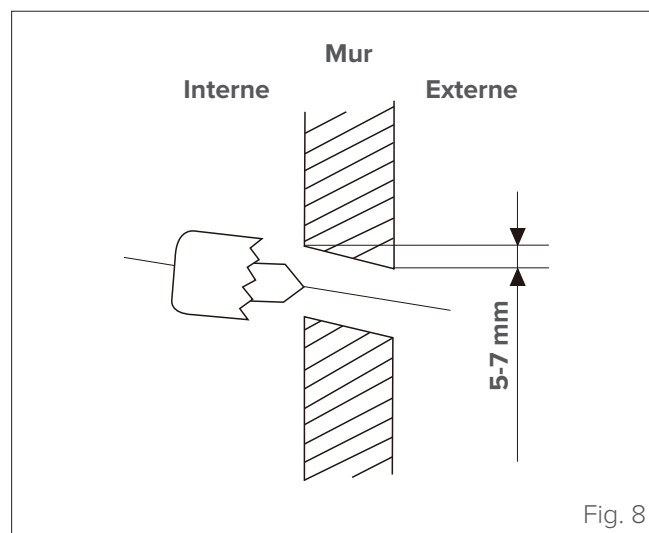

Fig. 8
- 1 Déterminer la position du trou en fonction de la position de la plaque de montage. Pour aider à choisir la position optimale, voir le point « Dimensions de la plaque de montage ». Le trou dans le mur doit avoir un diamètre minimum de 65 mm et une légère inclinaison vers le bas pour faciliter le drainage (voir « Fig. 8 »).